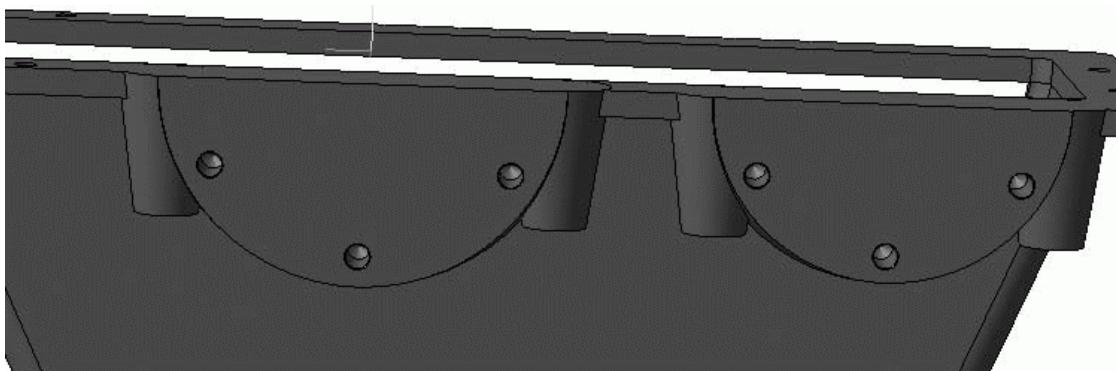

Рис. 3.82. Отверстия под фиксирующие винты в местах крепления крышек подшипников
19. Выполните еще пять таких же отверстий на той же плоскости со следующими координатами: на ведомом валу – $(-73, 61; 42,5)$ и $(73, 61; 42,5)$, на ведущем валу – $(-259; 75)$, $(-194, 05; 37,5)$ и $(-323, 95; 37,5)$. Координаты размещения отверстий можете рассчитать вручную, исходя из того, что радиусы размещения болтов на крышках ведомого вала – 85 мм, ведущего – 75, а болты смещены между собой на 60° . Однако значительно проще измерять эти координаты по центрам изображений шапочек фиксирующих винтов на главном виде чертежа редуктора. Отверстия под винты показаны на рис. 3.82.